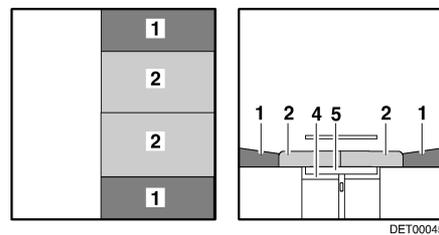

Bild 45 Nach dem Umbau
- Die Sitzpolster (Bild 45,2) zur Mitte ziehen.
- Die Rückenpolster (Bild 45,1) zwischen die Sitzpolster und die Wand legen.